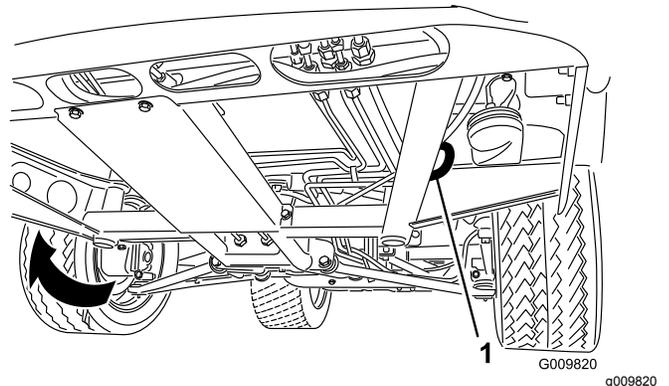
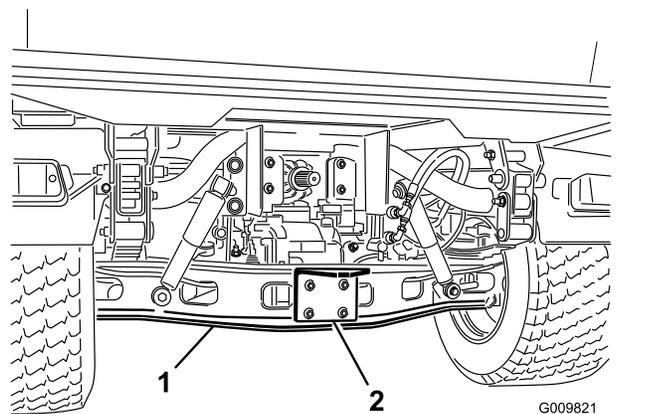

图26
图27
请参阅图26和图27查看机器栓系点的位置。
1. 将拖绳系在机器机架前面的牵引杆上 图26。